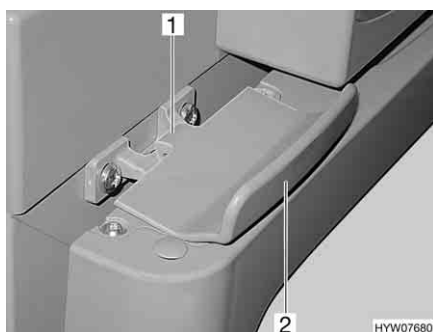

Fig. 125 Bloccaggio della porta del frigorifero, chiuso (Thetford)
- Aprire la porta del frigorifero tirando la maniglia (Fig. 125,2). Il bloccaggio (Fig. 125,1) si sblocca automaticamente.